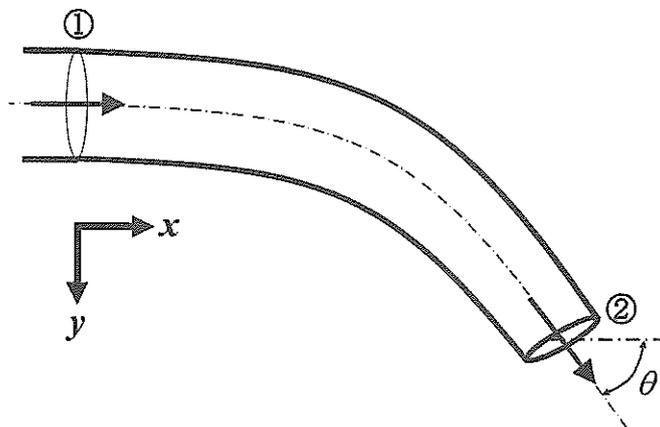

図7-1
[7] 図7-1のような曲がり管内の一次元的な流れを考える。座標軸として、図のように、管の断面①に対して垂直に x 軸を、平行に y 軸をとる。また、管軸は x - y 平面内のみで曲率を有するものとし、管の出口（断面②）における流れの向きと x 軸とのなす角を θ とする。管内には流体が体積流量 Q で流れており、断面②において大気に放出されている。図中の断面①および断面②の断面積をそれぞれ、 A 、 $0.75A$ とし、流体を密度 ρ の理想流体（非粘性かつ非圧縮性）とするとき、以下の問いに答えなさい。ただし、圧力はゲージ圧とし、断面②における圧力はゼロとする。また、摩擦などによるエネルギー損失、および重力の影響は無視できるものとする。
- (1) 断面①における断面平均流速を、 Q 、 A を用いて表しなさい。
- (2) 断面②における質量流量を、 ρ 、 Q を用いて表しなさい。
- (3) 断面①における圧力を、 ρ 、 Q 、 A を用いて表しなさい。
- (4) 断面①から断面②までの領域において、流体が曲がり管に及ぼす x 軸方向の力を、 ρ 、 Q 、 A 、 θ を用いて表しなさい。
- (5) 断面①から断面②までの領域において、流体が曲がり管に及ぼす y 軸方向の力を、 ρ 、 Q 、 A 、 θ を用いて表しなさい。
- (6) $\theta = 60^\circ$ のとき、断面①から断面②までの領域において、流体が曲がり管に及ぼす合力の大きさを、 ρ 、 Q 、 A を用いて表しなさい。